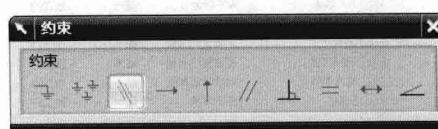

图 1-7 “约束”工具栏
Step1 单击“草图约束”工具栏中的“约束”按钮, 对草图添加几何约束。先选择图中的水平线 1，然后选择 XC 轴，在系统弹出的“约束”工具栏中单击“共线”按钮, 如图 1-7 所示，使它们具有共线约束；同样选择图中的垂直线 2 和 YC 轴，单击“约束”工具栏中的“共线”按钮, 使它们具有共线约束；最后选择图中的直线 6 和直线 10 也进行同样的操作。